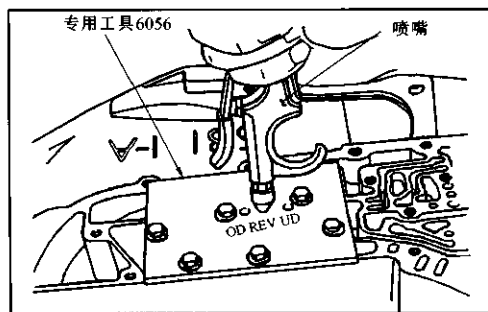

图 7-1-17
③ 向上述各离合器的供油油道内吹入压缩空气,观察活塞是否向规定的方向移动。撤去压缩空气后,活塞是否返回原位,见图 7-1-17。